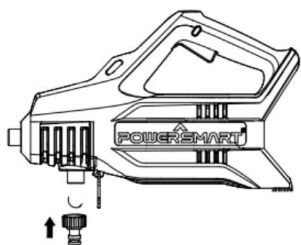

Fig.3
1. Attacher le joint de tuyau flexible comme le montre la figure 3&4